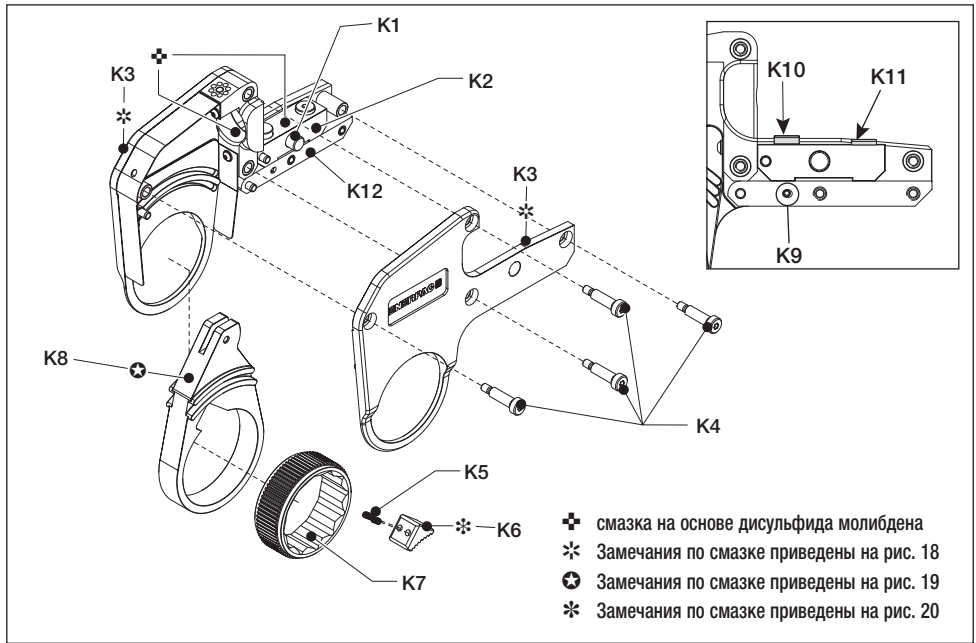

Рис. 16
#### 5.4 Профилактическое техническое обслуживание - Кассета (Рис. 16, 18, 19 и 20)
- Нанесите тонкий слой смазки на основе дисульфида молибдена на отверстие в подставке цилиндра и на верхнюю часть узла шплинта. Места для нанесения смазки на основе дисульфида молибдена показаны на рис. 16 ❖.
### 5.5 Полное техническое обслуживание - Кассета (рис. 16, 18, 19 и 20)
- Высушите все компоненты. Нанесите тонкий слой смазки на основе дисульфида молибдена на места, отмеченные на рис. 16 и 18 значком (✚). Дополнительную информацию о нанесении смазки на основе дисульфида молибдена можно найти в параграфе 5.4.